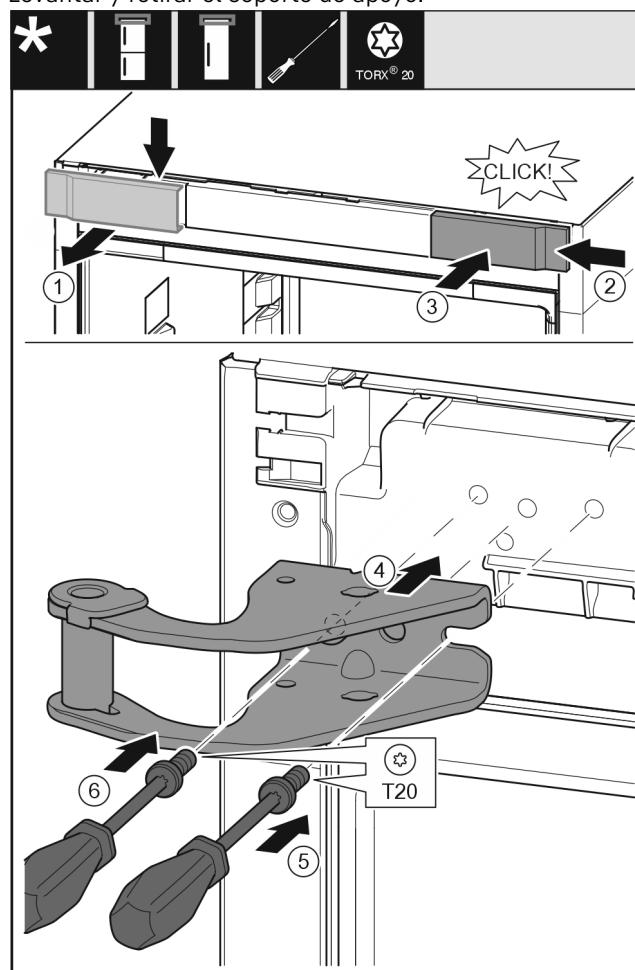

Fig. 15
- Retire la cubierta Fig. 15 (1) de arriba hacia delante.
- Gire la cubierta Fig. 15 (2) 180° y engáncela por el otro lado de la derecha.
- Encaje la cubierta Fig. 15 (3).
- Coloque el soporte del cojinete superior Fig. 15 (4).
- Coloque y apriete el tornillo Fig. 15 (5) con un destornillador.
- Coloque y apriete el tornillo Fig. 15 (6) con un destornillador.